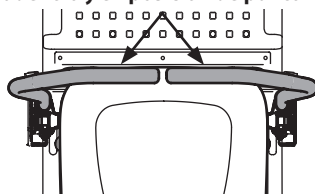

Figura 21
2. Mueva las palancas de control de la transmisión del lado derecho y del lado izquierdo (Figura 21) y libere el freno de mano.